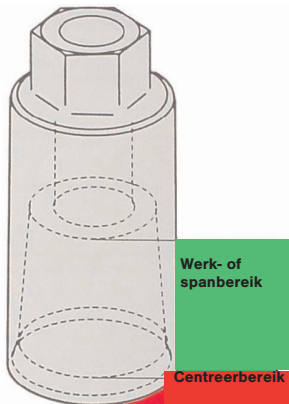

Afbeelding 2
-> daarbij **gelijmatig** kracht inzetten (afb. 2)